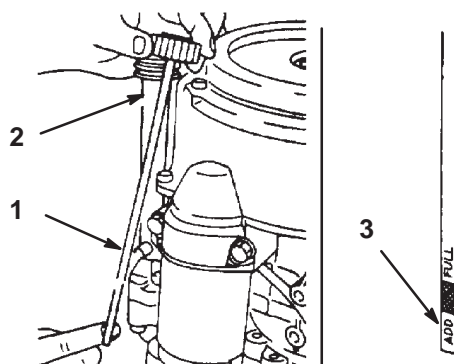

Figure 38
3. Nettoyez la surface autour de la jauge d'huile (Fig. 38) pour éviter que des impuretés ne s'introduisent dans le goulot de remplissage, ce qui risquerait d'endommager le moteur.
4. Dévissez la jauge d'huile et essuyez soigneusement l'extrémité (Fig. 38).
5. Remettez la jauge complètement dans le tube de remplissage sans la visser (Fig. 38). Sortez de nouveau la jauge et examinez l'extrémité. Si le niveau est bas, versez lentement une quantité d'huile suffisante dans le goulot de remplissage pour amener le niveau au repère du plein (FULL).
6. Versez lentement environ 80% de la quantité d'huile spécifiée dans le goulot de remplissage (Fig. 38) (voir Changement de l'huile moteur et du filtre, page 35).